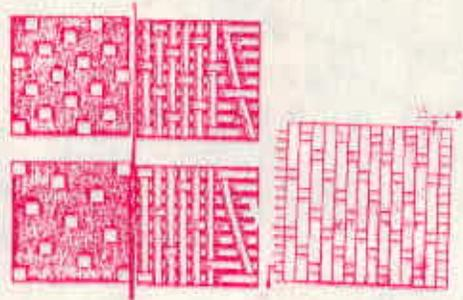

Figure 3.6
- (iii) **ਸਾਟਿਨ ਬੁਣਾਈ (Satin Weave)** : ਬਣਤਰ ਅਤੇ ਸਰੂਪ ਵਿਚ ਸਾਟਿਨ ਬੁਣਾਈ (fig 3.6) ਟਵਿਲ ਵਰਗੀ ਹੀ ਪ੍ਰਤੀਤ ਹੁੰਦੀ ਹੈ ਪਰ ਇਨ੍ਹਾਂ ਦੀ ਸਤ੍ਹਾ ਉਪਰ ਡਰਦੇ ਧਾਰੇ ਲੰਬੇ ਹੁੰਦੇ ਹਨ। ਇਸ ਬੁਣਾਈ ਵਿਚ ਤਾਣੇ ਜਾਂ ਬਾਣੇ ਦਾ ਧਾਰਾ ਕ੍ਰਮਵਾਰ ਘੱਟੋ-ਘੱਟ ਚਾਰ ਬਾਣੇ ਜਾਂ ਤਾਣੇ ਦੇ ਧਾਰਿਆਂ ਉਪਰ ਦੀ ਲੰਘਦਾ ਹੈ। ਜਦੋਂ ਤਾਣੇ ਦੇ ਧਾਰੇ ਕੱਪੜੇ ਦੀ ਉਪਰਲੀ ਸਤ੍ਹਾ ਤੇ ਡਰਦੇ ਹਨ ਤਾਂ ਇਸ ਨੂੰ ਤਾਣੇ-ਰੁਖੀ ਸਾਟਿਨ ਬੁਣਾਈ ਕਿਹਾ ਜਾਂਦਾ ਹੈ। ਜਦ ਕਿ ਉਪਰਲੀ ਸਤ੍ਹਾ ਤੇ